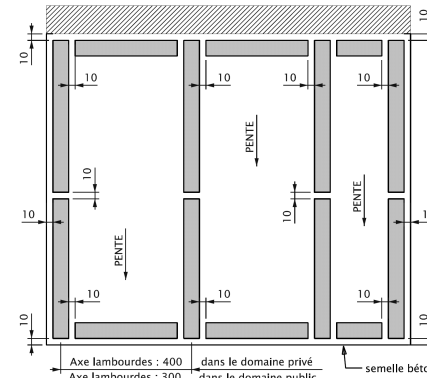
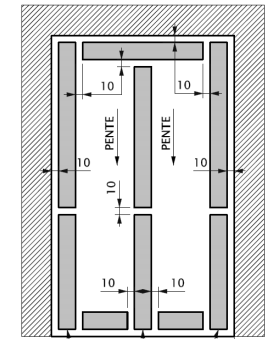

Fig. 5
Fig. 6
- Pour un entraxe supérieur aux préconisations ci-dessous, vous devez utiliser 3 lambourdes au minimum. (Fig 6)
- Le jeu entre 2 lambourdes (bout à bout), ainsi qu'à proximité d'un mur, ne doit pas être inférieur à 10 mm (drainage et dilatation). (Fig.5 et Fig.6)